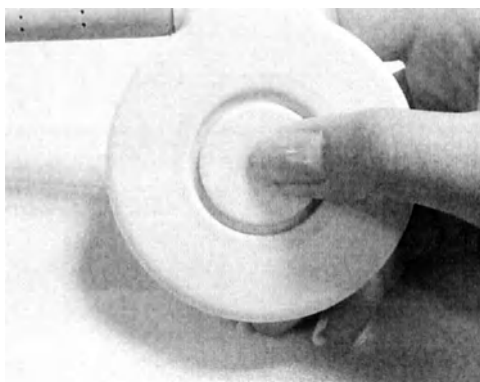

Рис. 7-5 Проверка токо-датчика
- 2) Подсоедините КВМД к кабелю ВМД (см. рисунок 7-5).